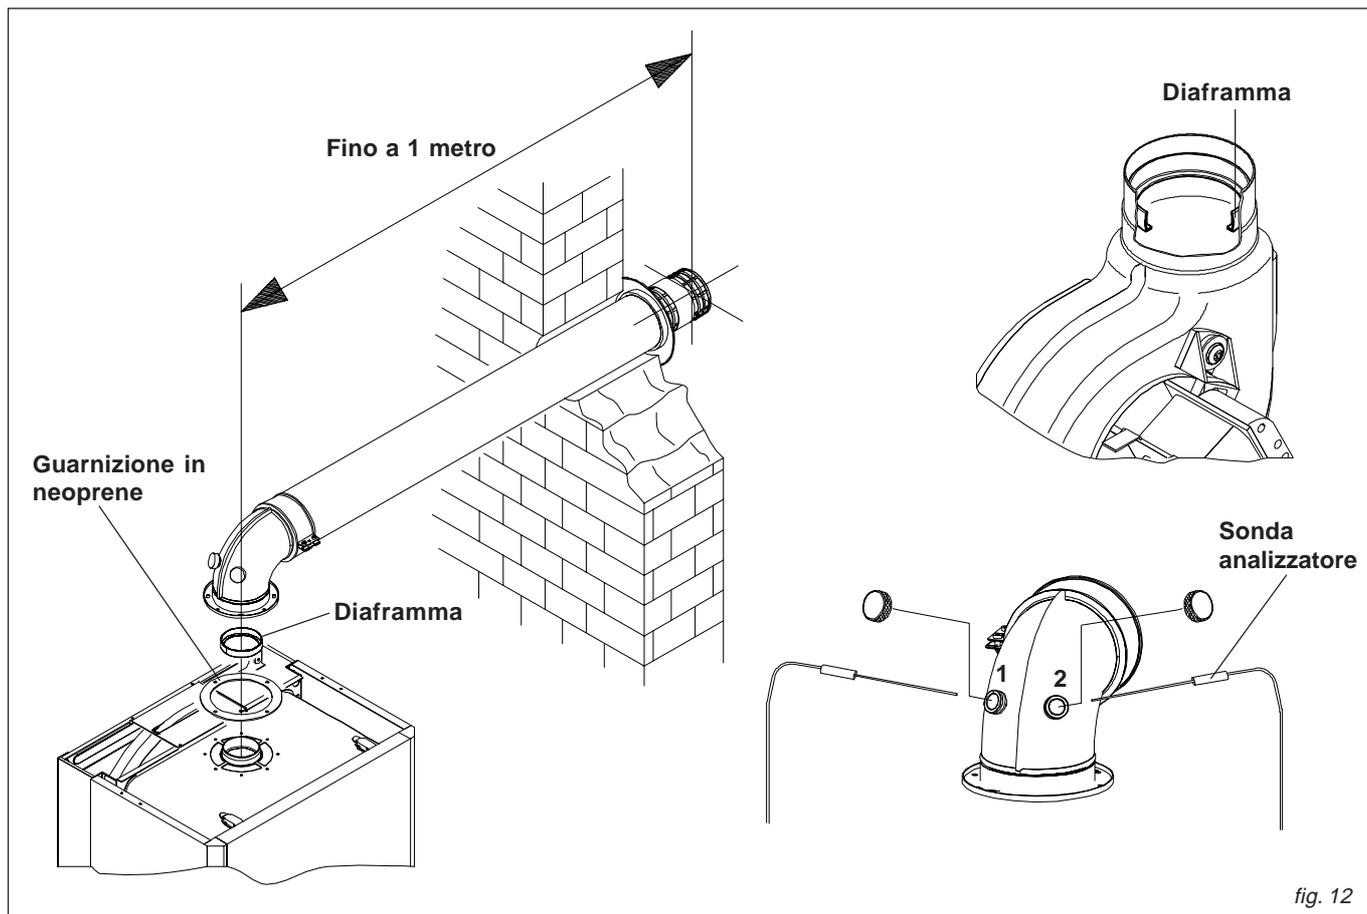

fig. 12
Per installazioni con tubo coassiale di lunghezza inferiore a 1 metro, è necessario inserire un diaframma, fornito assieme alla caldaia, all'interno del condotto uscita fumi del ventilatore (vedi fig. 12).
- misura dell'aria comburente prelevata nell'apposito foro 2 (vedi fig. 12).
- misura della temperatura fumi prelevata nell'apposito foro 1(vedi fig. 12).